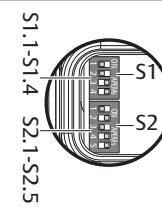

Fig. 5: Commutateur DIP S2
2. Mettre le commutateur DIP S2.5 dans la position souhaitée . Voir → Fig. 5.